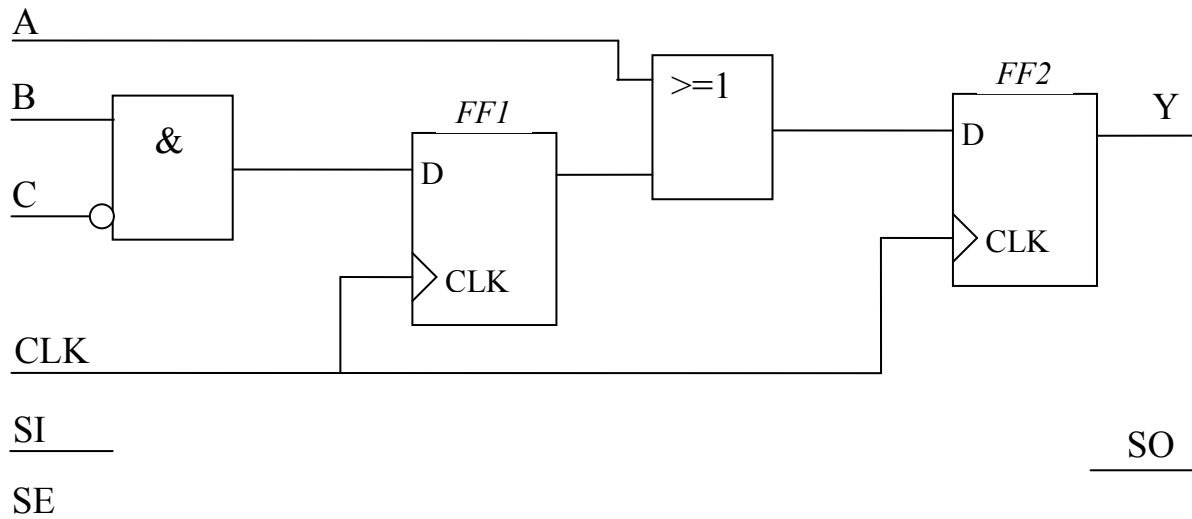

Abbildung 3.1
Gegeben ist die Schaltung in Abbildung 3.1.
- Erweitern Sie die beiden Flip-Flops in Abbildung 3.1 entsprechend!